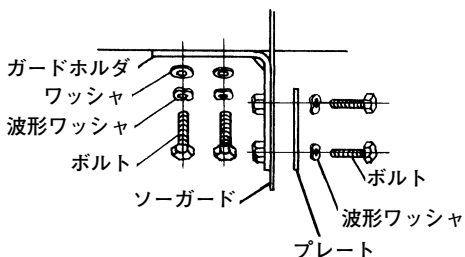

図 7
(1) まず、ガードホルダに接触予防装置(保護カバー)を取付けます。この際プレートなどを図 7 のように重ね、ボルトを締めてください。
(2) ソーガードがのこ刃と一直線状になるように、ガードホルダをテーブル後端に取付けます。